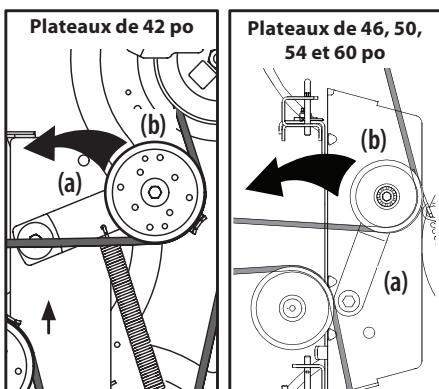

Figure 41
- À l'aide de la poignée de levage du plateau ou de la pédale et du bouton de levage du plateau, élévez-le jusqu'à la position la plus horizontale possible entre les galets tendeurs du plateau et la poulie de la PDF située au bas du moteur. Consultez la Figure 41.
- En partant du milieu du tracteur, faites pivoter le support du galet (a) et le galet tendeur mobile (b) vers l'arrière avec un éloignement suffisant pour soulever la courroie et la faire passer au-dessus de la poulie de fusée. Consultez la Figure 41.